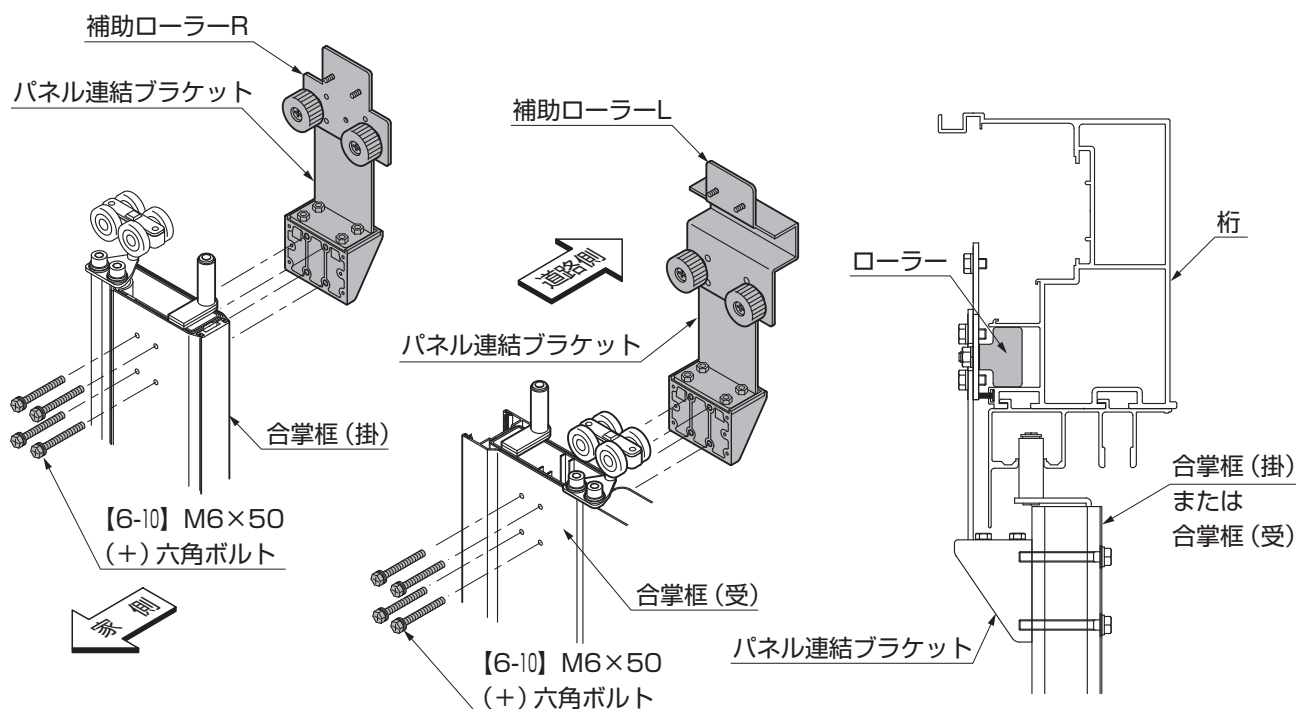

図15-3
①ローラーを桁のレールに入れ、合掌框(掛)、合掌框(受)にパネル連結ブラケットを【6-12】で取付けてください。(図15-3参照)